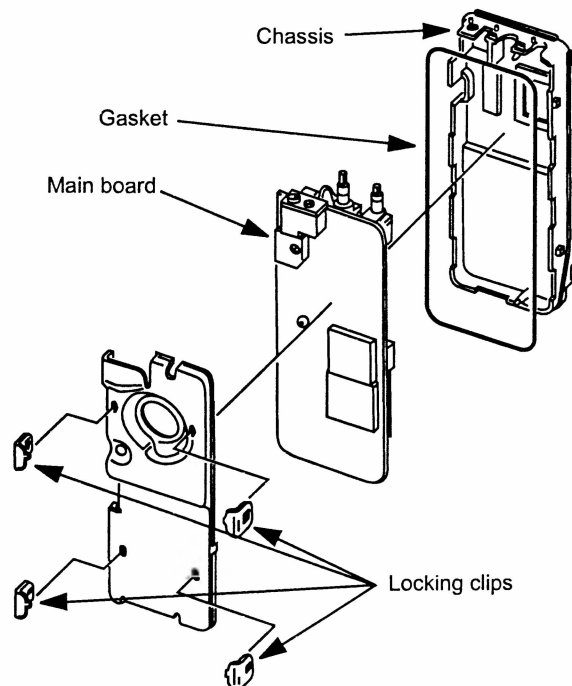

Рис. 3.13. Демонтаж основной платы
5. Отделите основную плату (Main board) от шасси, как показано на рис. 3.13.